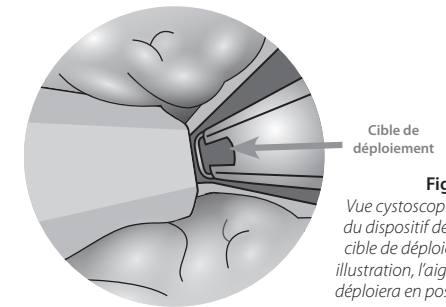

Figure 4
2.2.3 Positionner le dispositif de pose de façon à ce que la cible du déploiement (**Figure 4**) se situe contre le lobe de prostate ciblé dans la direction latérale.